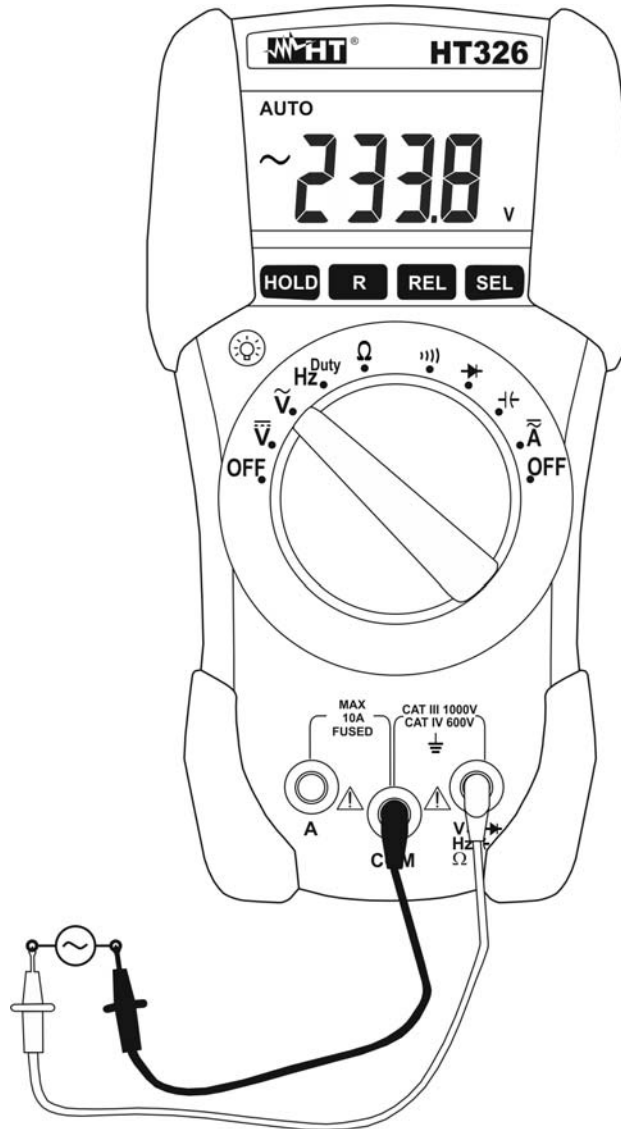

Abb. 3: AC-Spannungsmessung
4. Verbinden Sie nun die rote und die schwarze Messleitung mit dem positiven und dem negativen Pol (s. Abb. 3). Die Spannungsgröße wird automatisch erkannt und auf dem Display angezeigt.